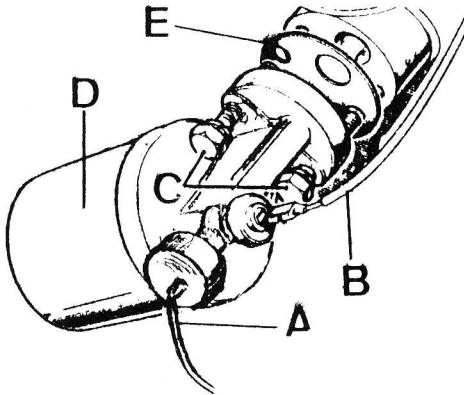

Fig. A3-26 Desmontaje del conjunto filtro exterior de aceite.
- 1.2. Desconectar los cables del transmisor, A (Fig. A3-26) y el del interruptor de presión de aceite, B.
- 1.3. Desmontar los tornillos, C (Fig. A3-26) que fijan el conjunto, D, y extraer dicho conjunto con la junta, E.
- 2.2. Tomar una junta nueva, E (Fig. A3-26), extender una capa de grasa sobre sus dos caras y situarla sobre la cara de acoplamiento en el bloque.
- 2.3. Fijar el conjunto, D (Fig. A3-26) con los tornillos, C, y conectar los cables B y A.